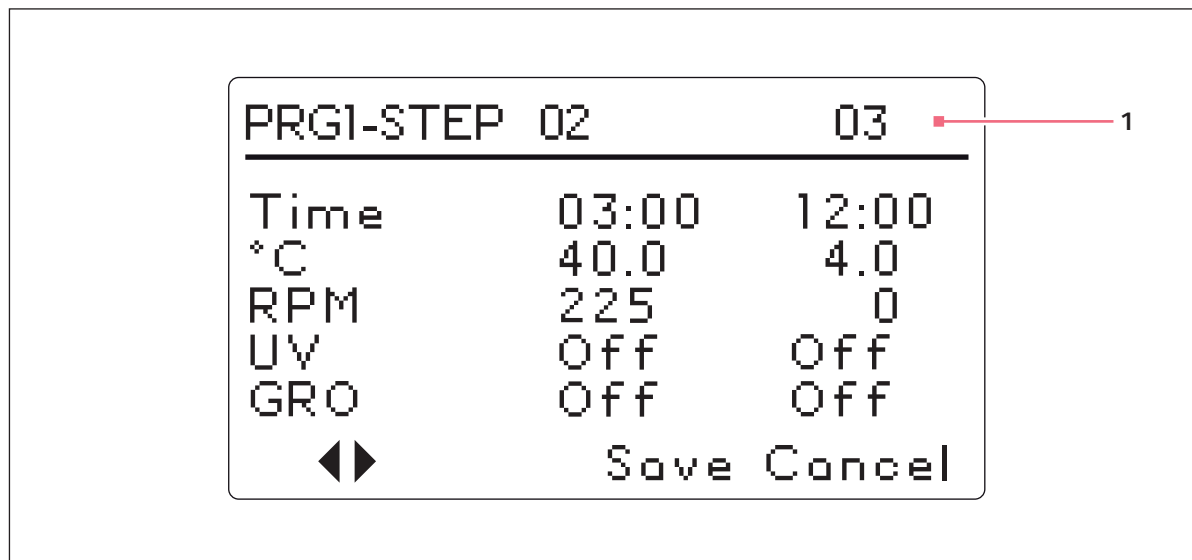

Fig. 5-14: Programme 1, étape 3
10. Continuer de la même manière la programmation pour un maximum de 15 étapes. Pour notre programme d'exemple, nous avons seulement trois étapes (voir Fig. 5-14 à la page 60).